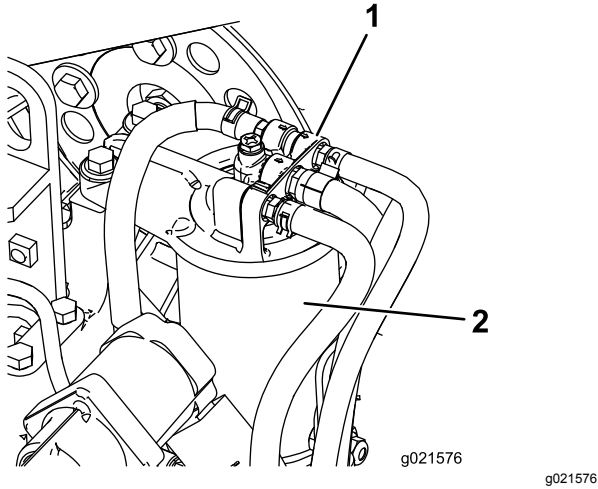

図 86
1. 燃料フィルタのヘッドの周囲をきれいに拭く(図 86)。
2. フィルタを外してフィルタヘッドの取り付け部をきれいに拭く(図 86)。